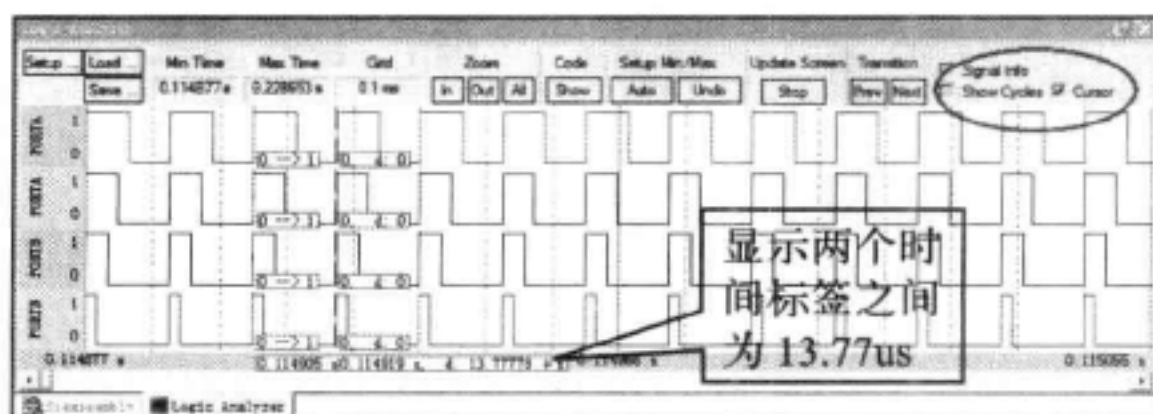

图 13-22 查看周期
9) 选中分析仪界面中的 Cursor 选项, 出现时间标签, 可以用来测量周期、频率。见图 13-22。